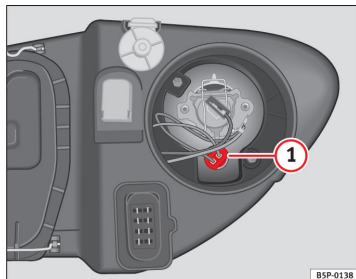

Fig. 169 Positionsllys
- Tag pæreholderen ⇒ Fig. 169 **1** ud.